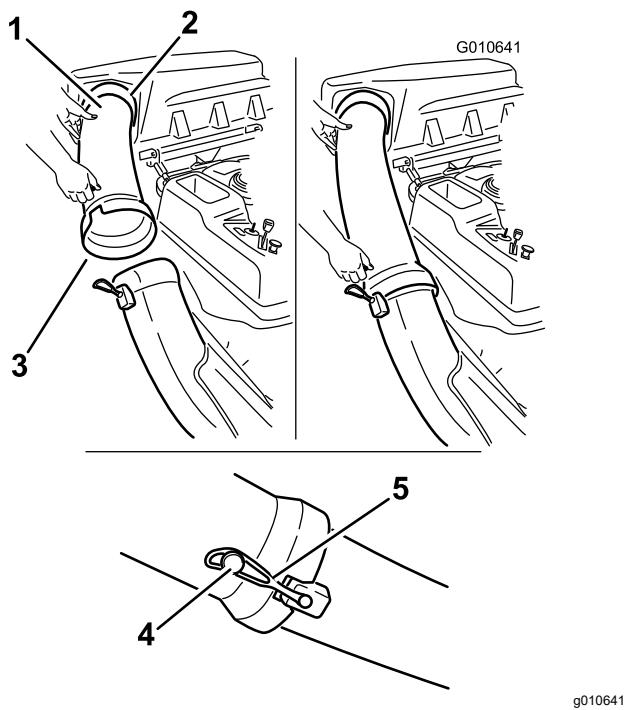

Figura 24
1. Introduzca el extremo curvo del tubo de descarga en el orificio de la tapa del ensacador (Figura 24).
2. Coloque el extremo abocinado del tubo de descarga sobre el extremo del conducto. Enganche la correa de goma del conducto alrededor de la clavija del tubo de descarga (Figura 24).